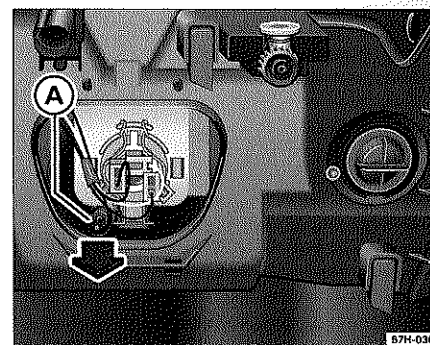

Fig. 36 Faro derecho, visto desde el vano motor: cambio de la lámpara de la luz de posición
2. Extraiga con cuidado la lámpara fundida por el casquillo ⇒ página 99, fig. 36 A, tirando en dirección de la flecha.